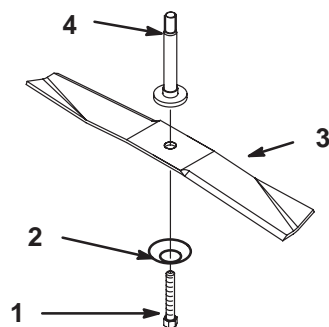

Figure 27
1. Installez la lame, la rondelle bombée et le boulon de fixation (Fig. 27).